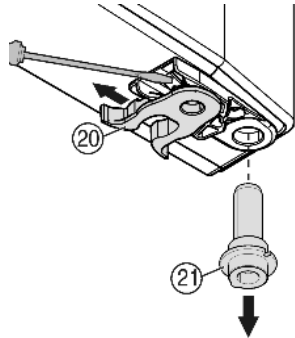

Fig. 8
- ▶ Helyezze át a rugós szorítót Fig. 8 (20): Nyomja lefelé a reteszt, felette húzza le a rugós szorítót.
- ▶ Húzza ki a tartócsapot Fig. 8 (21) az ajtóperselyből, és az alátétrel együtt az ellenkező oldalon helyezze be. A kiugrás az ajtó belső oldala, a bevágás pedig a külső oldala felé legyen.
- ▶ Az ajtót alul forgassa be és a tartócsapot Fig. 8 (21) helyezze a csapágybakba. Szükség esetén a tartócsapot forgassa el úgy, hogy be tudjon pattanni.